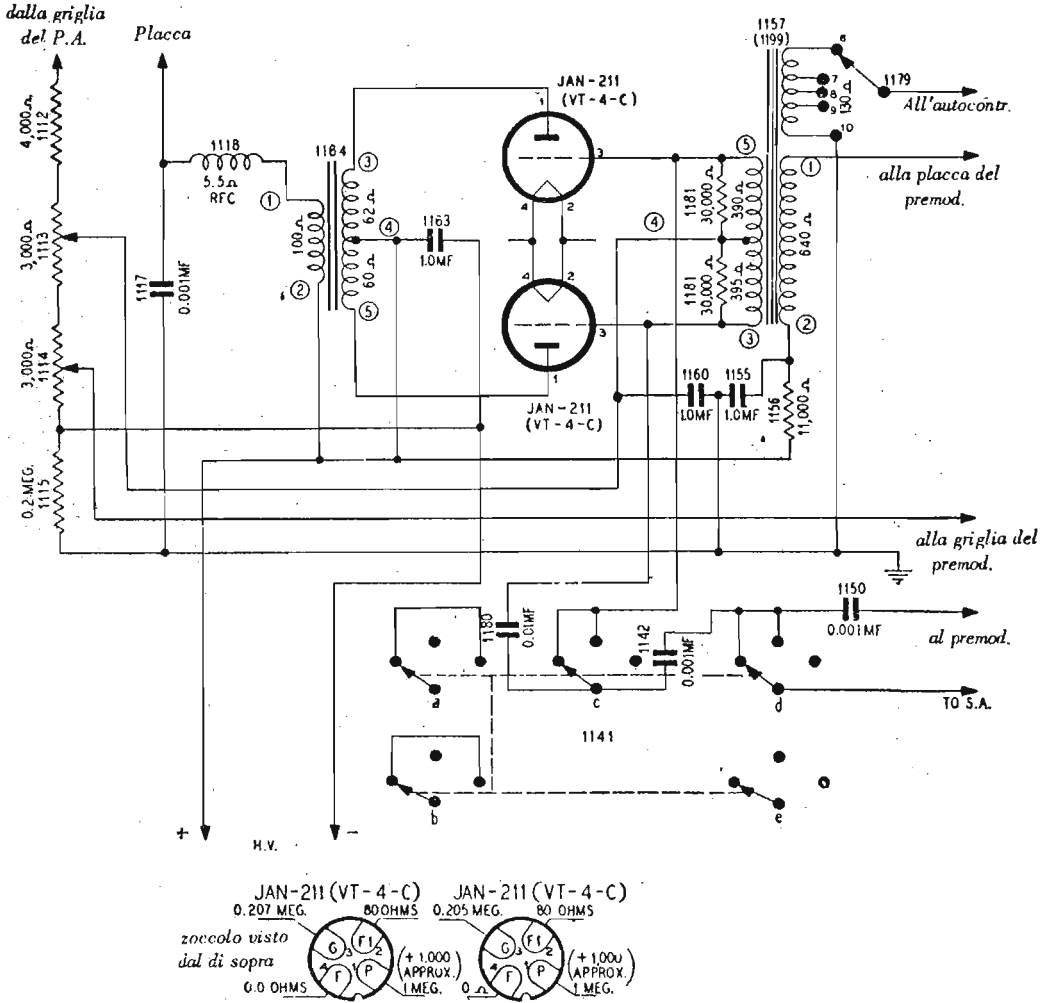

Fig. 5-BC-191- Circuiti del modulatore.
V - MODULATORE (fig. 5)
- eseguire le misure attenendosi ai valori riportati nella fig.5.